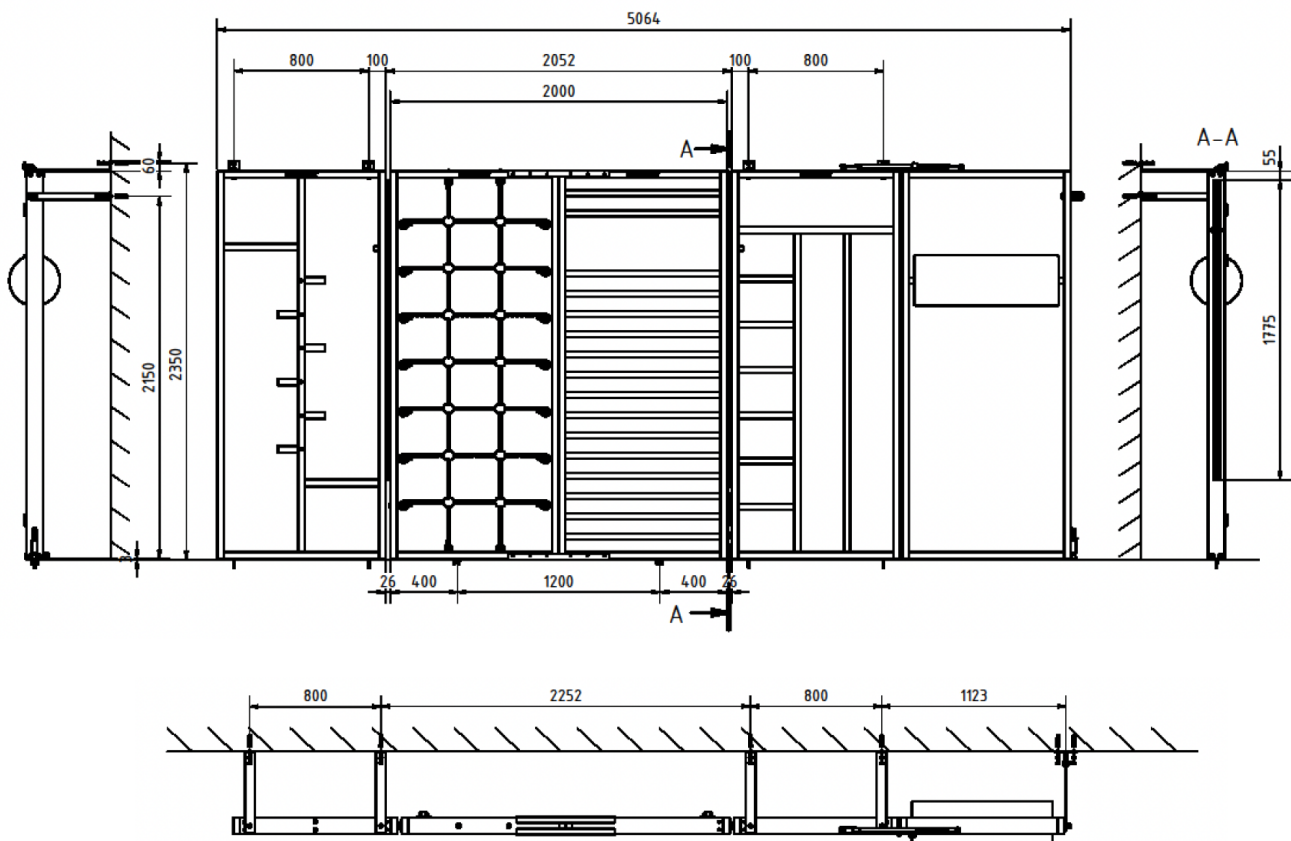

Abb. 4: Bohrmaße „TUWA“ Kombi
Zu Beginn montieren Sie die festen Wandelemente. Stellen Sie die TuWa Elemente mit einem Abstand von 40 cm vor die Wand, an der Sie montiert werden soll, unter die festen Elemente legen Sie je zwei Scheiben für Holzkonstruktion (4). Halten Sie den in Abbildung 4 vorgegebenen Abstand zwischen den Einzelementen ein. Überprüfen Sie die Wand und den Boden auf mögliche Hindernisse, wie z.B. Rohre oder elektrische Leitungen. Sind keine störenden Objekte vorhanden, werden die Bohrungsmaße aus der Abbildung 4 empfohlen. Gibt es jedoch Hindernisse in diesen Bereichen, können die Bohrungspunkte auch geringfügig versetzt werden. Haben Sie geeignete Positionen für die Wandwinkel gefunden, markieren Sie die Bohrungspunkte an den Außenseiten der TuWa Elemente sowie an der Wand.